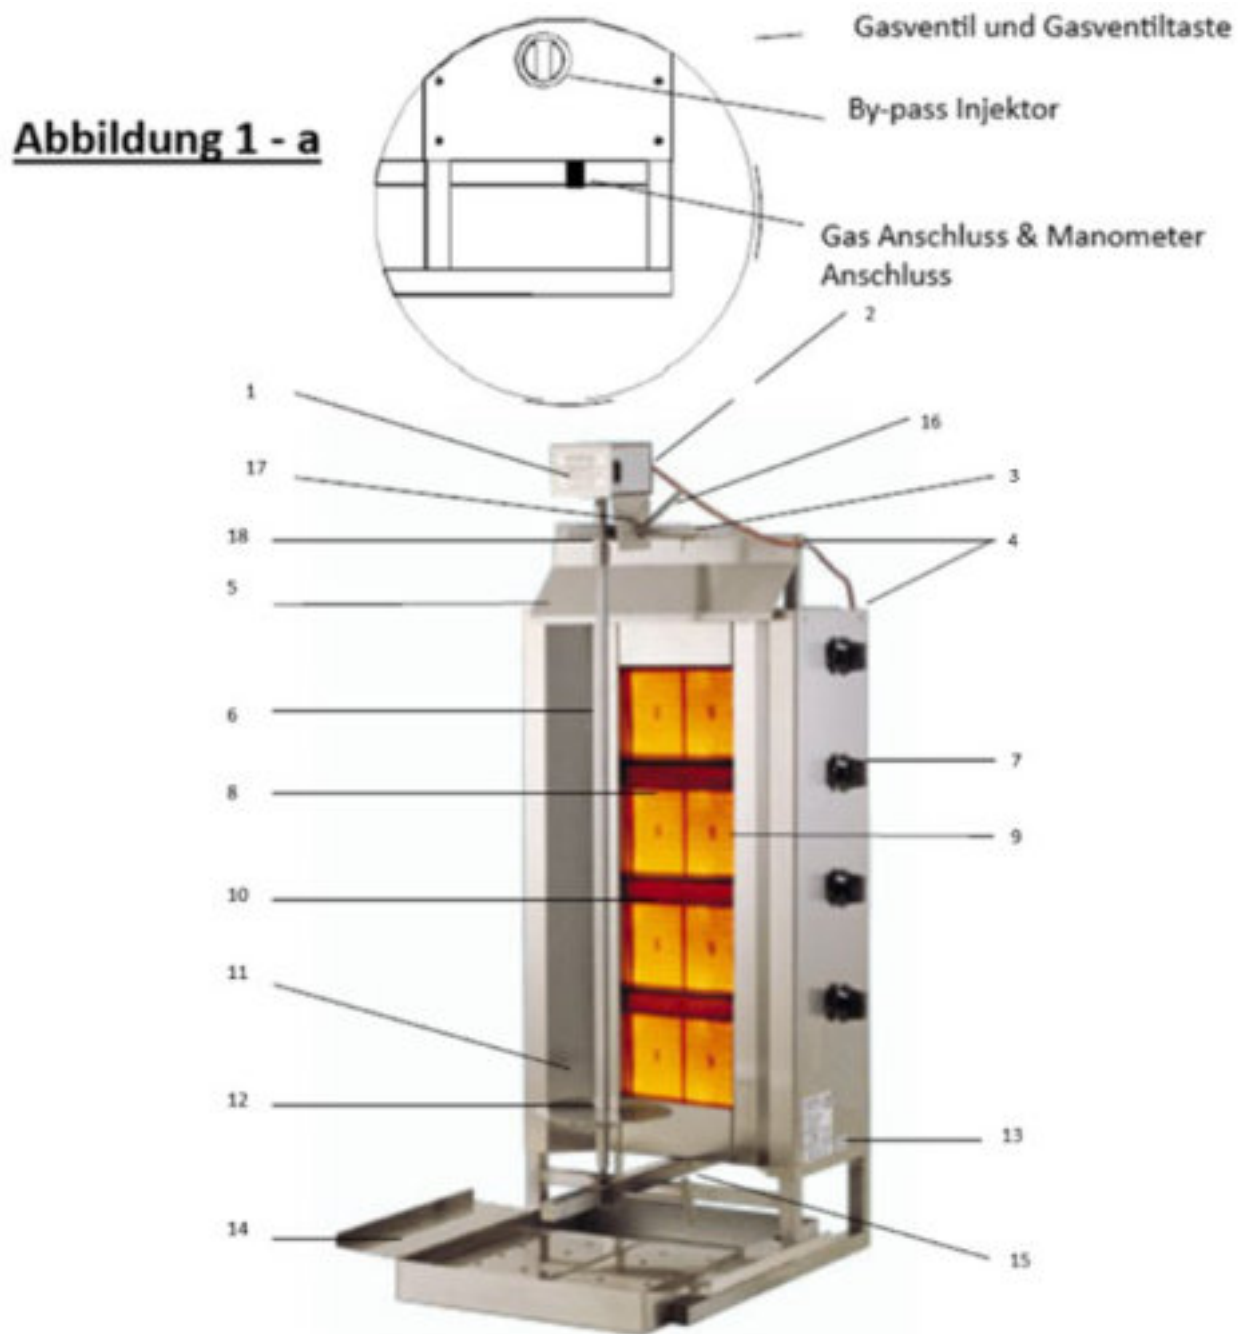

Abbildung 1-b
Verwenden Sie bei Dönergrillgeräten mit Motor oben die Wärmekappe (5), die ein Originalteil des Geräts ist, um den Motor während des Betriebs vor übermäßiger Hitze zu schützen. (Abbildung 1-b)
Dönergrill Modelle mit Motor oben (Abbildung 1 – b).
Nach der Installation des Gerätes unter Beachtung der oben genannten Vorschriften werden die Fettauffangschale und der Motor (Abbildung 1-b) eingesetzt, wodurch das Gerät betriebsbereit ist. Bei diesen Gerätetypen werden die oberen und unteren Spießverstellungen (3) & (15) abgeschraubt. Mit ihrer Hilfe wird der Abstand zwischen dem Spieß (6) und dem Heizelement (9) eingestellt.
- Verwenden Sie bei Grilldöner Motor oben liegendem Motor die Wärmekappe (5), die ein Originalteil des Geräts ist, um den Motor während des Betriebs vor übermäßiger Hitze zu schützen (Abbildung 1-b).
(Abbildung 1-b)